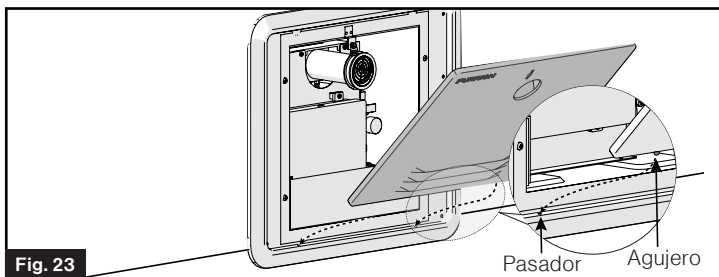

Fig. 23
6. Inserte la puerta en los pasadores en la parte inferior del calentador de agua. (Fig. 23)